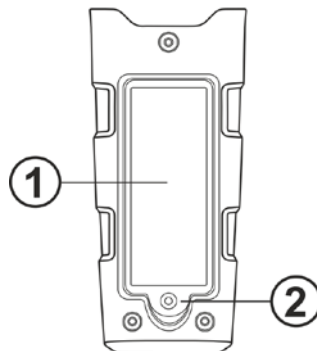

Abb. 4: Batteriewechsel
2. Schrauben Sie die Befestigungsschraube (siehe Fig. 4 – Teil 2) des Batteriefachdeckels auf (siehe Fig. 4 – Teil 1), entfernen Sie den Deckel und entfernen Sie die Batterien.